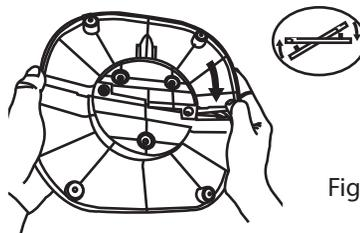

Figure 3
3. Appuyez sur les deux moitiés de la base afin de les faire s'emboîter. (Figure 3)